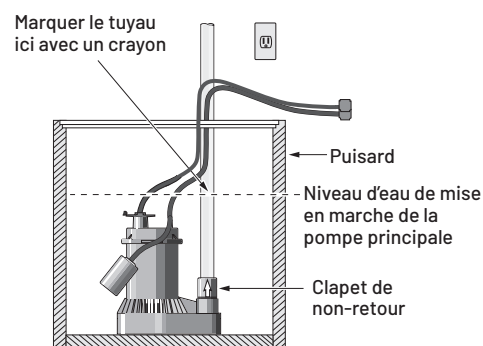

FIGURE 1 : MARQUER LE NIVEAU D'EAU DE « MISE EN MARCHÉ » SUR LE TUYAU
- Repérez le niveau d'eau élevé dans votre puisard (le niveau d'eau à partir duquel la pompe de puisard déjà en place [principale] se met en marche; consultez la figure 1). Coupez l'alimentation électrique de la pompe et marquez ce point sur le tuyau d'évacuation avec un crayon ou un marqueur.
- Faites la deuxième coupe dans le tuyau d'évacuation à la marque de crayon, comme illustré à la figure 1. Nettoyez les extrémités du tuyau avec un linge et mettez de côté la pièce coupée du tuyau d'évacuation.